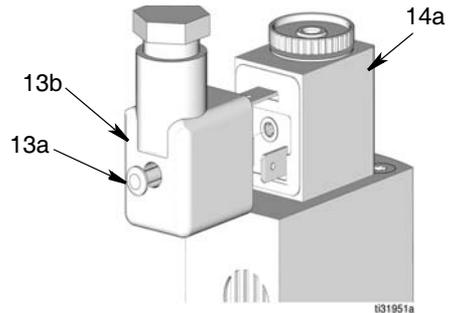

ABB. 10
- DIN-Stecker (13b) am Magnetschalterverbinder (14a) anschließen (ABB. 10).
- Schraube (13a) auf der Rückseite der Mini-DIN-Magnetschalterverbindung (13b) anziehen (ABB. 10).